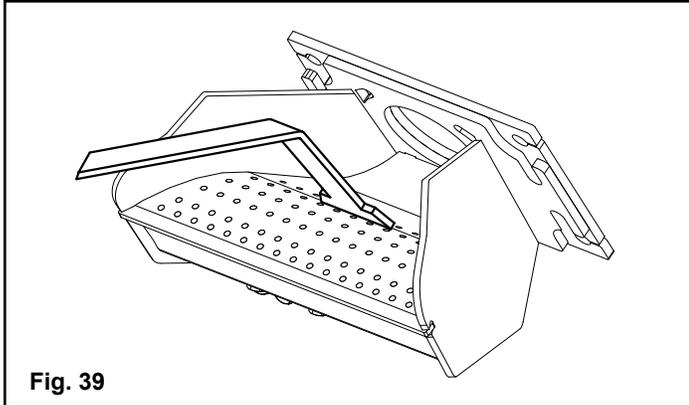

Fig. 39
5. Ouvrez le couvercle de nettoyage du poêle. Nettoyez les particules de cendres du pot de combustion, puis remettez en place le couvercle. Fig. 39 et 40 à la page 26.
1. Grattez la surface supérieure percée et les côtés du pot de combustion (Fig. 39). Pour cela, il n'est pas nécessaire de le vider complètement. Toutes les matières en excès seront poussées hors du pot lors de la prochaine utilisation.
2. Desserrez les 2 vis à oreilles à serrage à main situées aux coins inférieurs avant du pot de combustion Fig. 39)